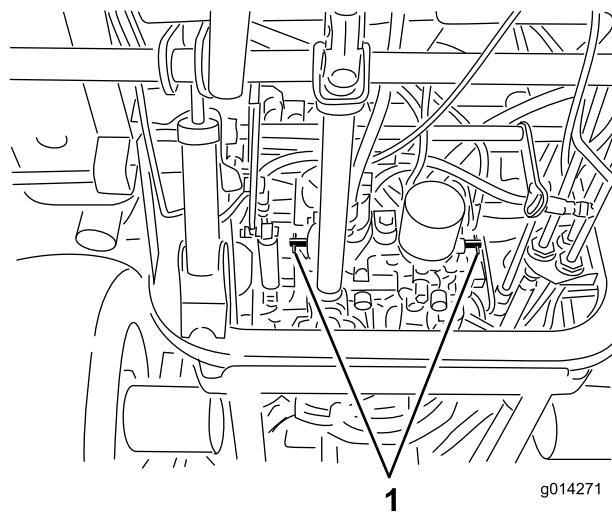

図 26
4. 各バイパスバルブを左回りに1回転させる 図 26。
1. 各バイパスバルブを右に回転させて手締めする 図 26。
2. 図 26に示すように、バルブを  $8\text{N}\cdot\text{m}$   $0.8\text{kg}\cdot\text{m}$  =  $71\text{in}\cdot\text{lb}$  にトルク締めする。